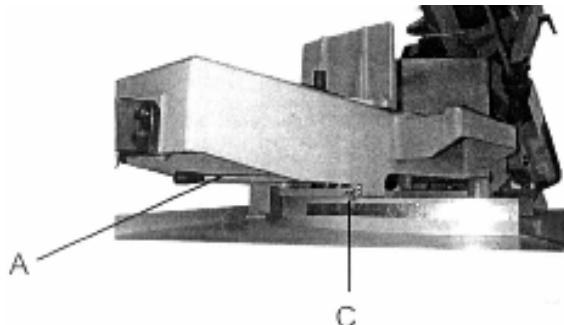

Рис. 26
- Переместите рукоятку (A, Рис. 26) по направлению к маховику и переместите корот-
- Поверните раму в сборе, как показано на рисунке 23 под нужным углом в соответствии со шкалой (C, Рис. 26).
- Потяните рукоятку (A, Рис. 26) по направлению к концу двигателя пилы и короткую рукоятку по направлению к маховику, чтобы зафиксировать раму пилы.